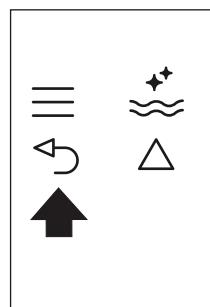

Рис. 25
- Дважды нажмите значок  $\leftarrow$  (B6) (рис. 25) для выхода из меню.